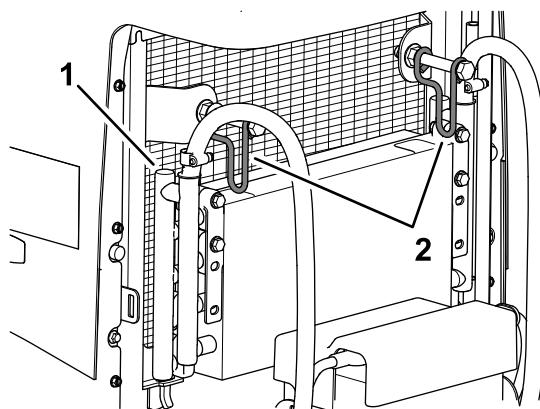

Рисунок 113
7. Поверните 2 защелки маслоохладителя внутрь и отклоните маслоохладитель (Рисунок 113).